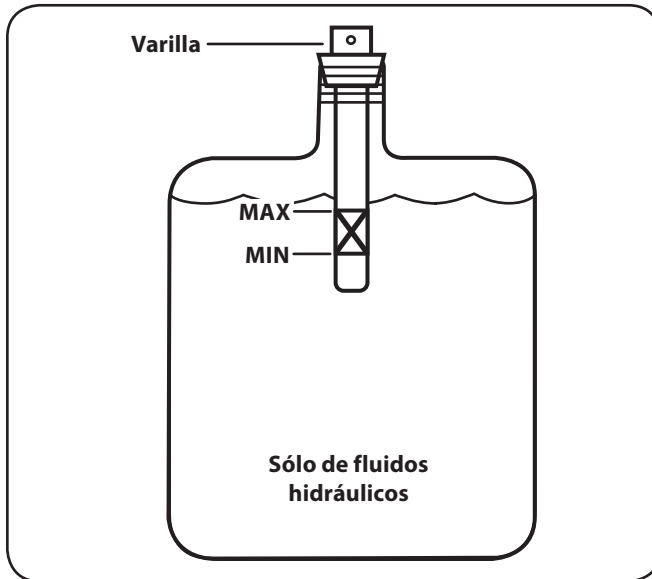

Figura 6-2
11. Vuelva a llenar el depósito dentro de los límites marcados en la varilla. Ver Figura 6-2.